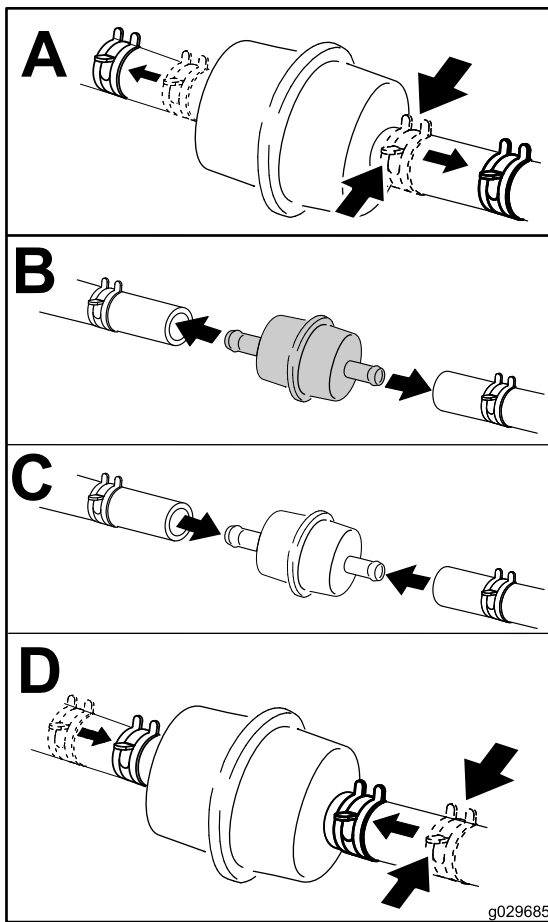

Figure 69
4. Remplacez le filtre à carburant (Figure 69).